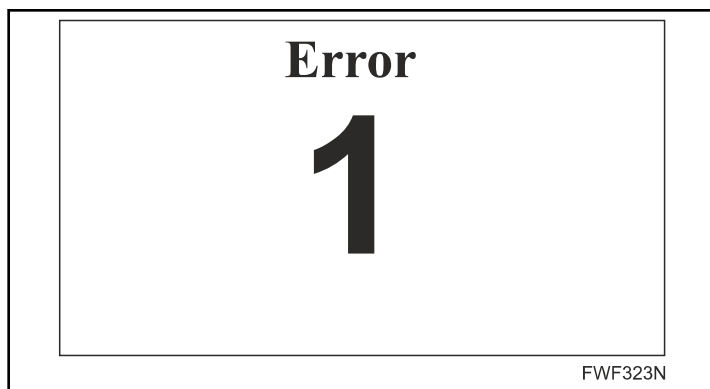

Figura 19
- Em caso de um estado de emergência durante o qual a temperatura do cilindro de engomar atinge o valor limite, é ativado o termostato de segurança e é exibida a mensagem de aviso intermitente 1 - *Figura 19*.